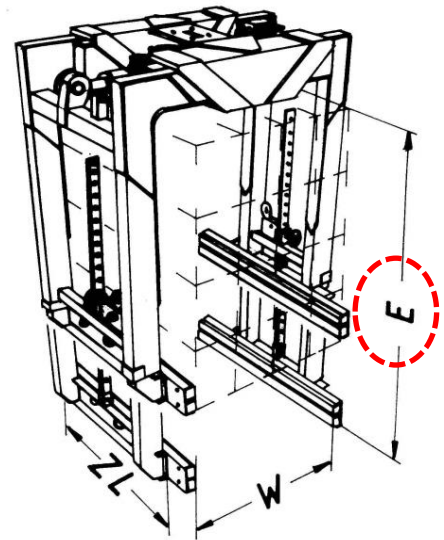

Abb. 2
**Zum Verstellen der Eintauchtiefe E (Abb. 2) muss das Gerät sicher auf dem Boden stehen!**